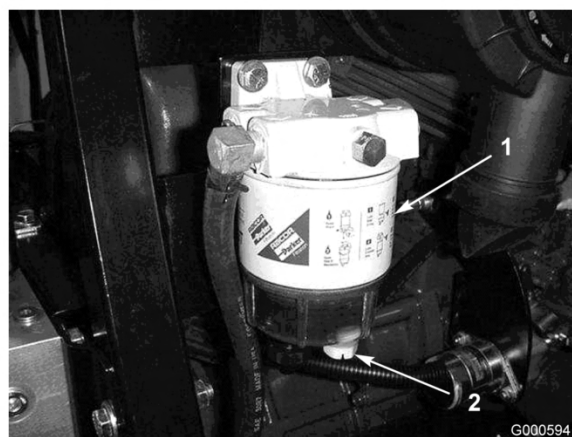

Figura 37
Drene el agua y otros contaminantes del separador de agua (Figura 37) a diario.
2. Afloje el tapón de vaciado en la parte inferior del cartucho del filtro (Figura 37). Apriete el tapón después del vaciado.